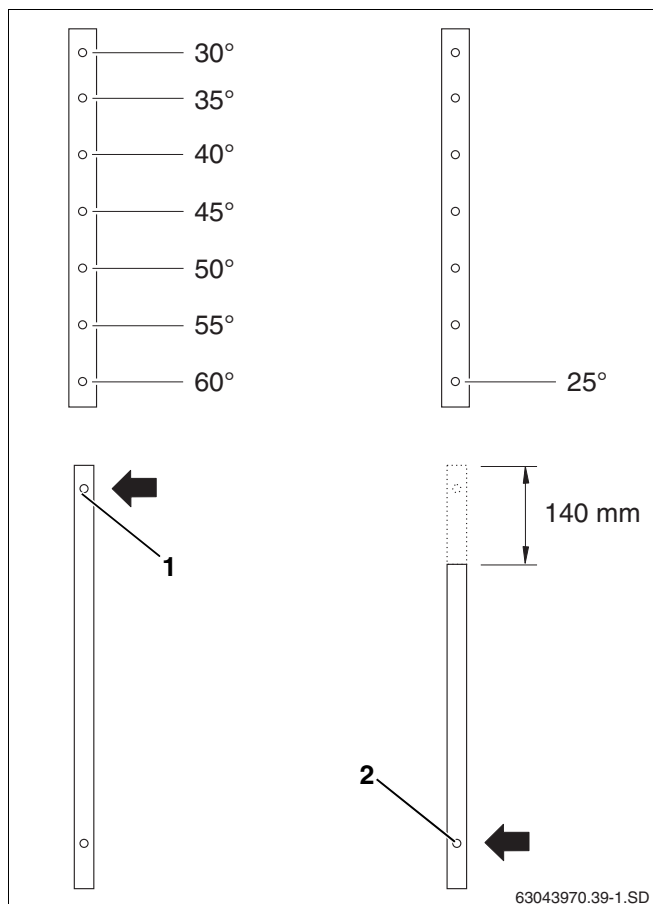
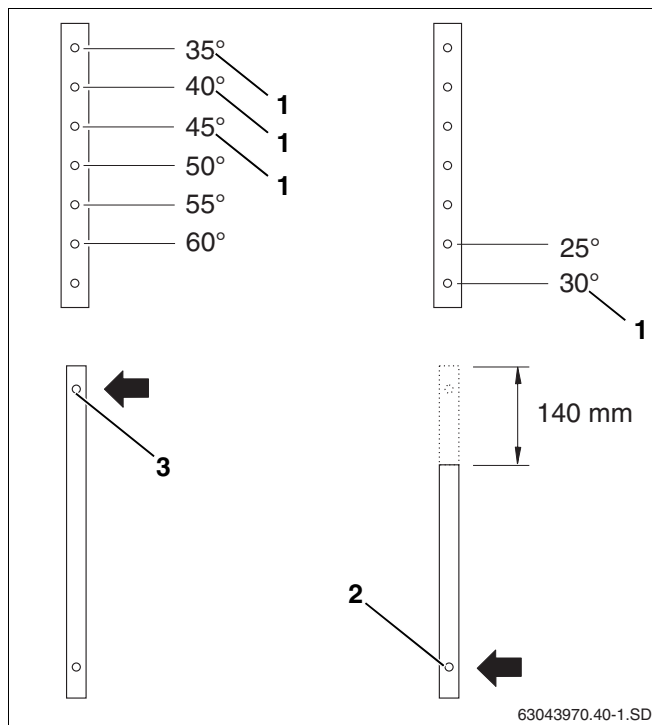

Fig. 12 Se setează unghiul de înclinare pentru colectorii verticali
Fig. 13 Setarea unghiului de înclinare pentru colectori orizontali
- Se aleg găurile șinelor telescopice inferioare și superioare conform Fig. 12 și Fig. 13.
Utilizați la montajul vertical pentru o înclinare a colectorilor de 30° până la 60°, gaura superioară a șinei telescopice inferioare (Fig. 12, **Poz. 1**).
Pentru un unghi de înclinare de 25° trebuie să utilizați șina inferioară și scurtată de sus cu 140mm și astfel utilizați gaura inferioară (Fig. 12, **Poz. 2**).
Utilizați la montajul orizontal pentru înclinarea colectoarelor de 35° pînă la 60°, gaura superioară a șinei telescopice inferioare (Fig. 13, **Poz. 3**).
Pentru înclinări de 25° și 30° trebuie să utilizați șina inferioară și să o scurtați de sus cu 140mm și astfel utilizați gaura inferioară (Fig. 13, **Poz. 2**).
- Pentru montajul pe fațadă trebuie utilizate numai pozițiile colectoarelor pentru înclinări de 30°, 35°, 40° și 45° (Fig. 13, **Poz. 1**).